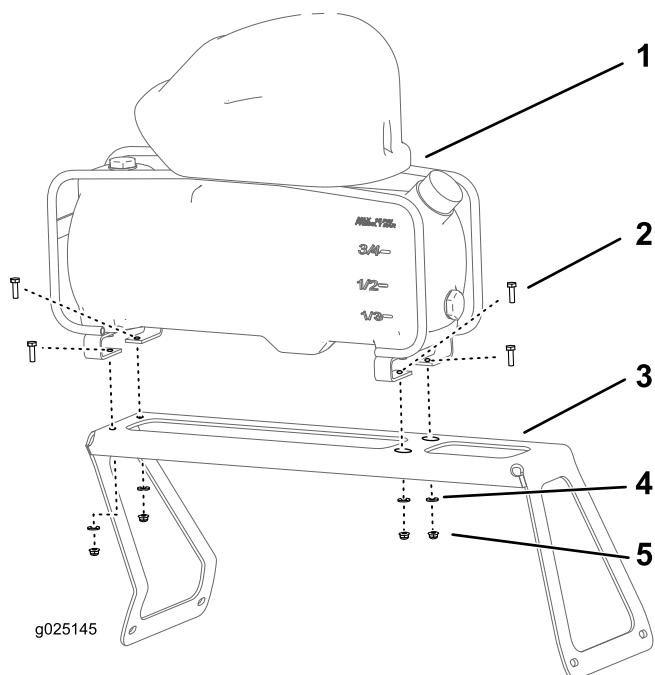

Bild 3
1. Fluchten Sie den Behälter des Schaummarkierers und den Kompressor mit den Befestigungshalterungen aus, wie in Bild 3 abgebildet.
2. Befestigen Sie den Behälter und den Kompressor mit vier Schrauben (1/4" x 7/8"), vier Scheiben (1/4") und vier Sicherungsbundmutter (1/4") an der Halterung (Bild 3).